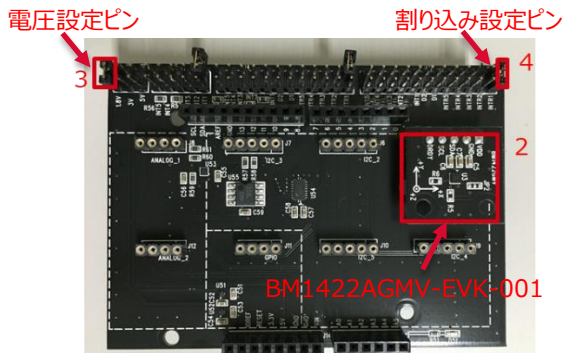

図 3 BM1422AGMV-EVK-001 と
2. SensorShield の I2C\_1 に BM1422AGMV-EVK-001 を接続 (図 3)
3. SensorShield の電圧設定を 1.8V もしくは 3.0V に設定 (図 3)
4. SensorShield の割り込み設定を INTR1 に設定 (図 3)